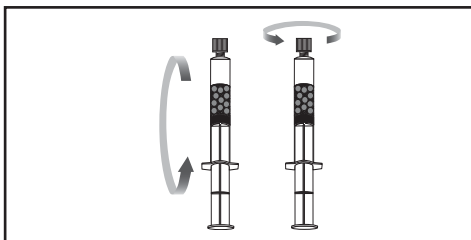

Figura 2b.
2.3 Mezcle suavemente invirtiendo/removiendo la jeringa cada cinco minutos (Figura 2b). Si se agita muy fuerte, puede producirse espuma.